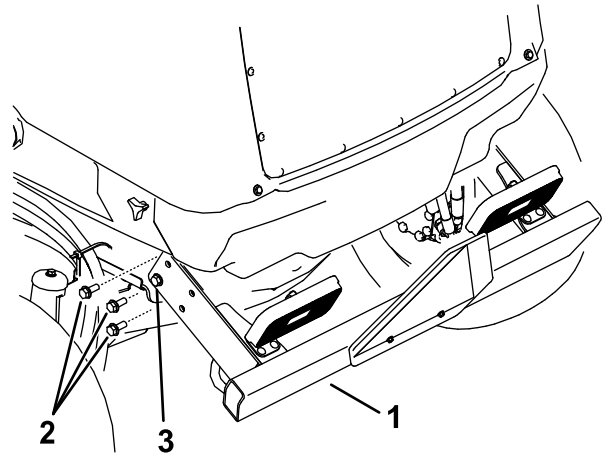

Figura 100
2. Retire los 3 tornillos con arandela prensada de cada lado del parachoques trasero, según se muestra en Figura 100.
que sujetan el parachoques trasero al bastidor (Figura 100).